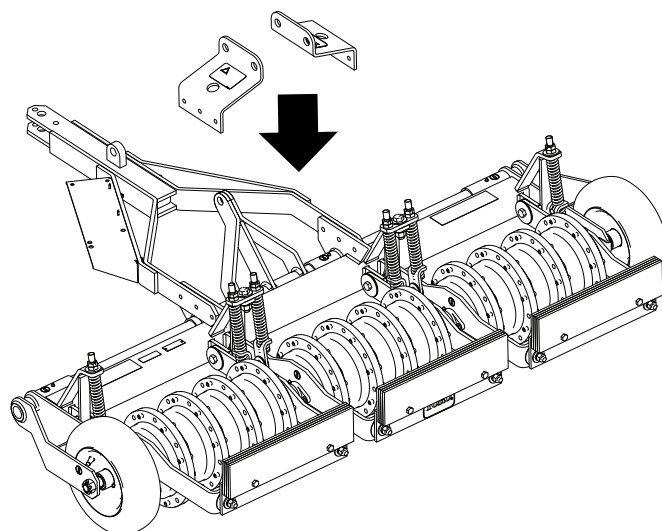

Figura 6
3. Allineate le staffe sull'arieggiatore come illustrato in Figura 6.